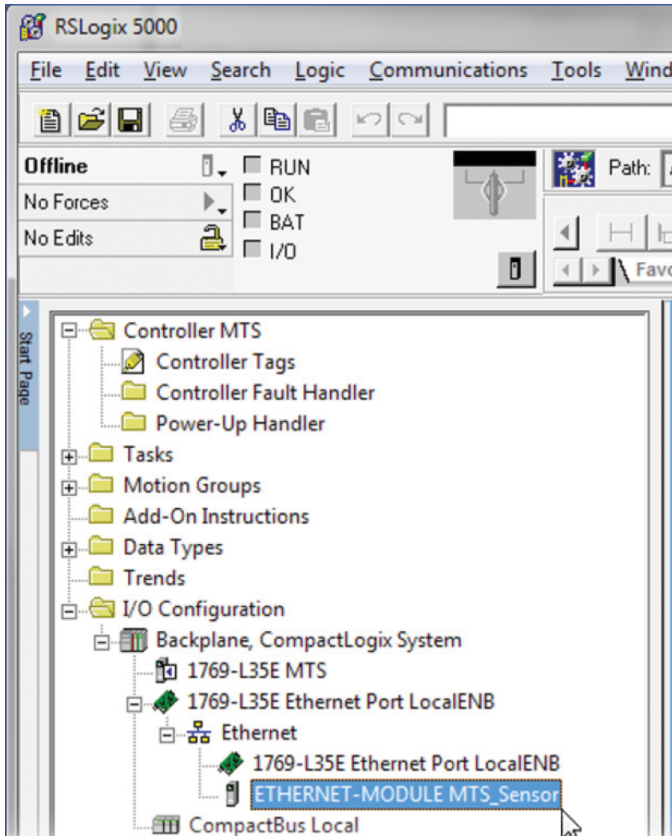

Abb. 126: Sensor wurde zu Verzeichnisbaum hinzugefügt
6. Der Sensor ist mit der Bezeichnung „ETHERNET-MODULE xxx“ im Verzeichnisbaum unter „I/O Configuration“ Ihrem Netzwerk hinzugefügt. xxx steht dabei für den Namen, den Sie im Fenster „New Module“ eingetragen haben, z.B. „MTS\_Sensor“ (Abb. 126).